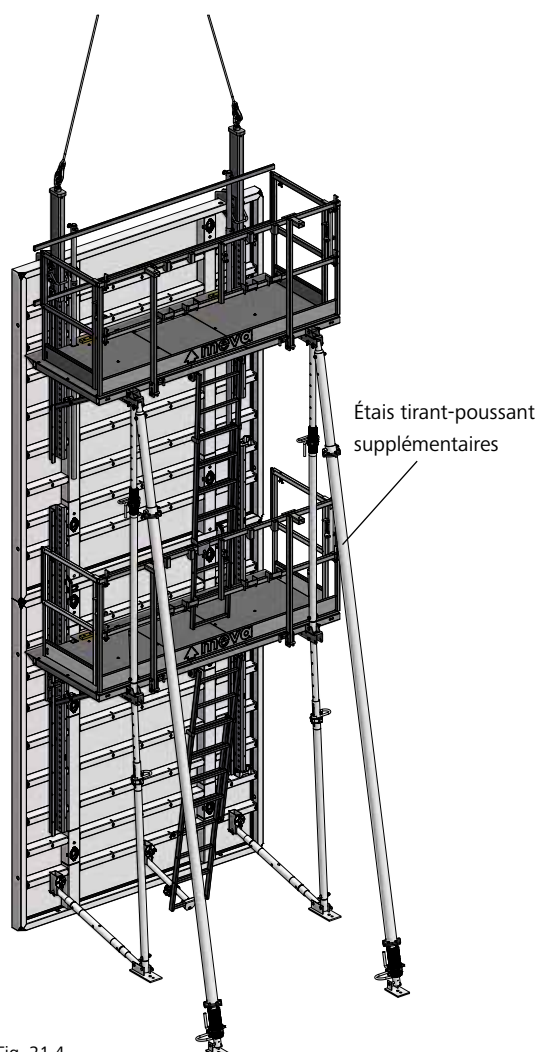

Fig. 21.4
4. Boulonner les étais tirant-poussant supplémentaires au niveau des rails de la passerelle (MIS) supérieure (Fig. 21.4).